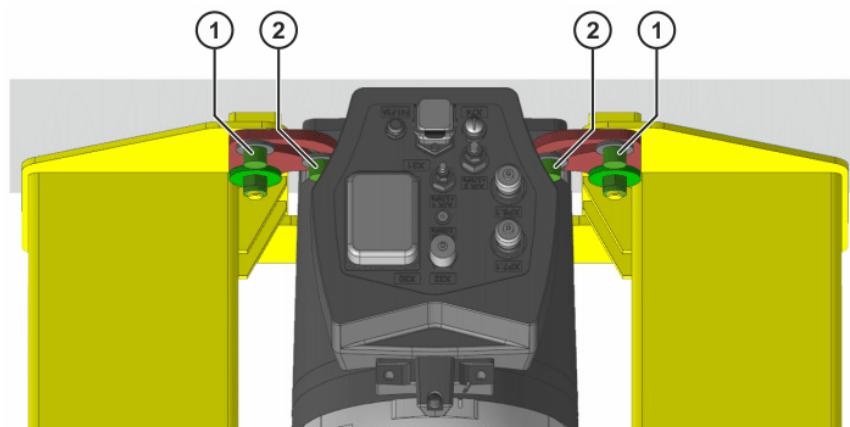

Abb. 8-25: Schrauben hinten herausdrehen
14. 2 Innensechskantschrauben M12x30-8.8-A2K (Innensechskantschrauben hinten) und Scheiben hinten aus dem Grundgestell herausdrehen (>>> Abb. 8-25).